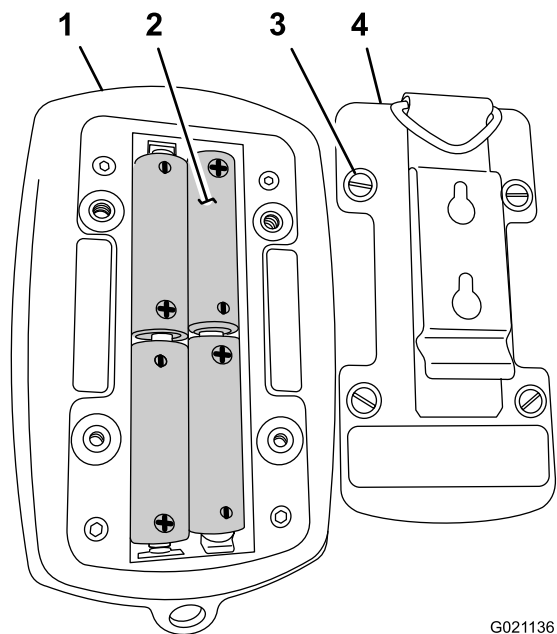

Figure 72
1. Desserrez les 4 vis qui fixent le couvercle des piles au dos de la télécommande, et retirez le couvercle (Figure 72).
3. Insérez les piles de recharge (Figure 72).
4. Remettez le couvercle des piles sur la télécommande et fixez-le avec les 4 vis (Figure 72) desserrées à l'opération 1.